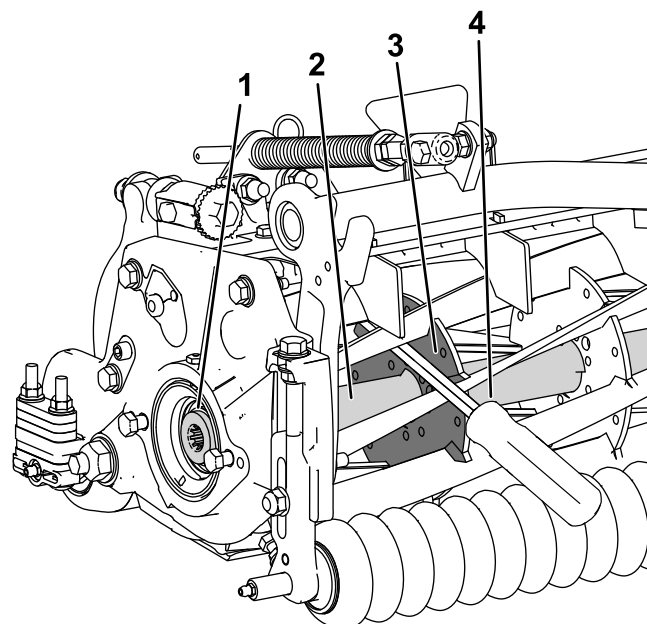

図 43
1. 長い柄のバール9 mm x 30 cm 程度のドライバータイプのもの。握りのついているものがよいを用意する。バールは、トルク作業を行う側に近い側で、リールの前から差し込むようにする図 43。
2. リール補強版の溶接側からバールを入れる図 43と、